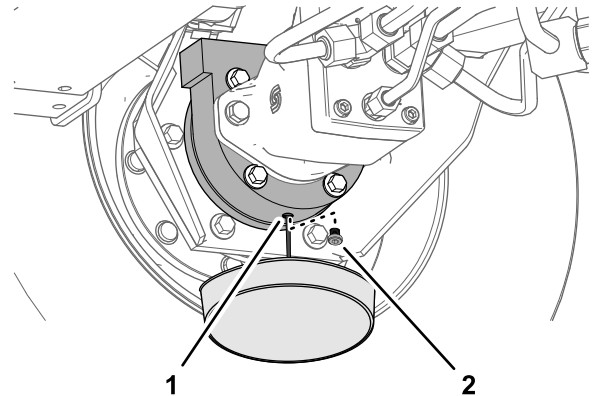

Figure 65
6. Placez un bac de vidange sous le carter de frein et enlevez le bouchon de vidange pour permettre la vidange complète de l'huile (Figure 65).